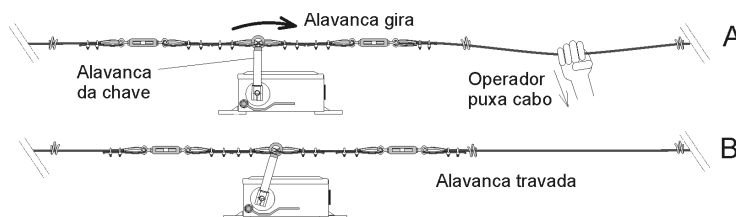

Fig. 6 – Acionamento manual da parada de emergência
- Quando se detectar uma **situação de emergência**, o operador no local, com uma única ação, deverá puxar o cabo **em qualquer direção** (Fig. 6 A). A alavanca da chave de emergência será deslocada, girando e travando nesta posição (Fig. 6 B).